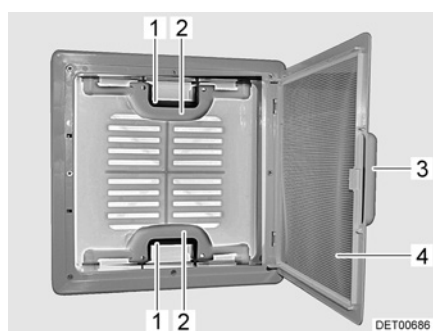

Bild 33 Taklucka med snäpplås
- Drag i handtaget (Bild 33,3).
- Fäll ned insektsskyddet (Bild 33,4).
- Tryck snäpplåset (Bild 33,1) mot takluckans insida. Tryck samtidigt takluckan uppåt med handtaget (Bild 33,2).
- Fäll upp insektsskyddet (Bild 33,4) så att det hakar i.
- Drag kraftigt ner takluckan med hjälp av båda handtagen (Bild 33,2) så långt, att snäpplåsen (Bild 33,1) går i lås.